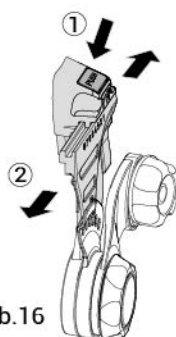

Abb.16
- Um den Abstand zwischen dem Gesicht des Benutzers und der Sichtscheibe einzustellen, drücken Sie den Knopf an jedem Adapter nach unten und schieben ihn dann nach vorne oder hinten (siehe Abb.16).